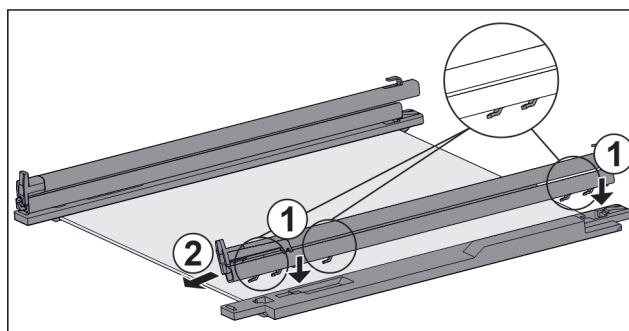

Fig. 121 Glasplatte mit Schienen und Halteteilen
- Haken der Schiene auf die Öffnungen des **linken** Halteteils setzen. Fig. 121 (1)
- Schiene nach vorne ziehen. Fig. 121 (2)
- Haken der Schiene auf die Öffnungen des **rechten** Halteteils setzen. Fig. 121 (1)